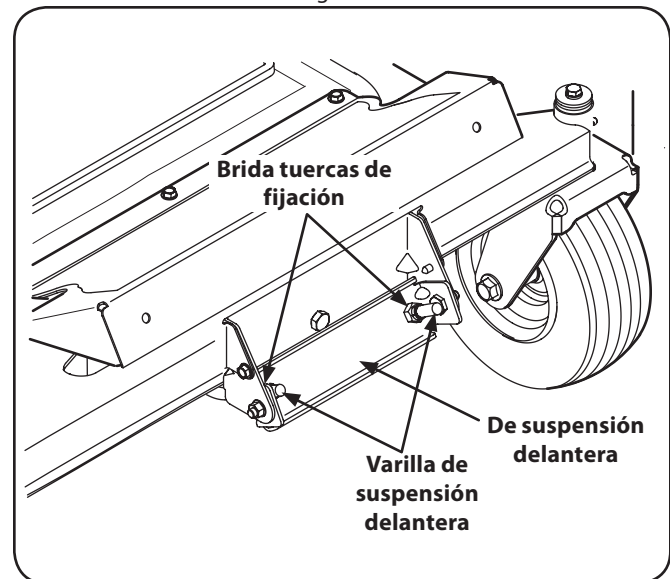

Figura 6-6
4. Si la parte delantera de la cubierta era demasiado bajo, gire las tuercas de seguridad con brida hacia la derecha contra el soporte de suspensión para acortar la varilla de suspensión delantera y levante la parte delantera de la cubierta. Refiérase a la figura. 6-6.